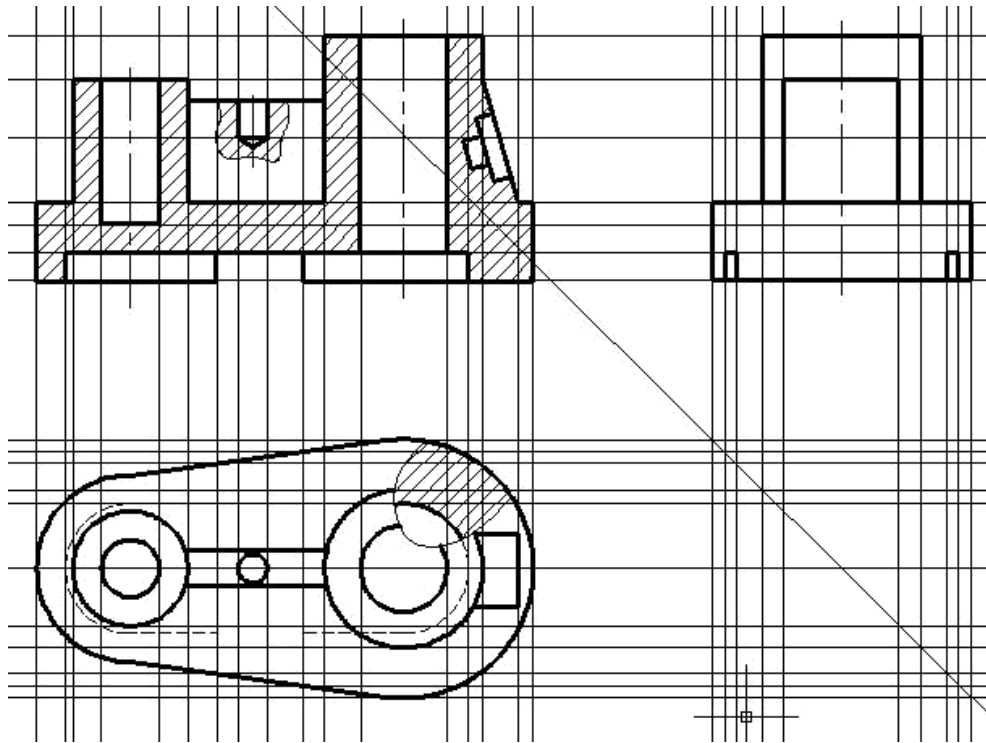

Рис. 4.1. Вспомогательные прямые, которые используют для обеспечения проекционной связи изображений
При выполнении задания «Разрезы простые» необходимо обеспечить проекционную связь изображений. В качестве данных изображений используются виды и разрезы, представленные на рис. 4.1.
На рис. 4.1 приведен пример построения трех изображений предмета в проекционной связи с использованием вспомогательных прямых. На первом этапе формируют изображение вида сверху, на втором – строят изображения верти-кальных линий проекционной связи, используя команду **Прямая (Construction Line)** и опцию **Вер (Ver)**. На третьем этапе строят горизонтальные вспомога-тельные прямые линии по заданным размерам с использованием команды **Прямая (Construction Line)** и опций **Гор (Hor)** и **Отступ (Offset)**.
8. Установить текущим слой 0. Изобразить совокупность вспомогательных линий для изображения вида слева. Установить текущим слой **основная**. Изобразить вид слева (см. рис. 4.1).